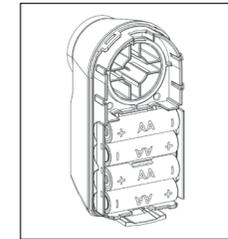

Abb. 6
- 4 Legen Sie vier neue Batterien ein. Achten Sie dabei auf die korrekte Polung gemäß der Zeichnung im Batteriefach (Abb.6).